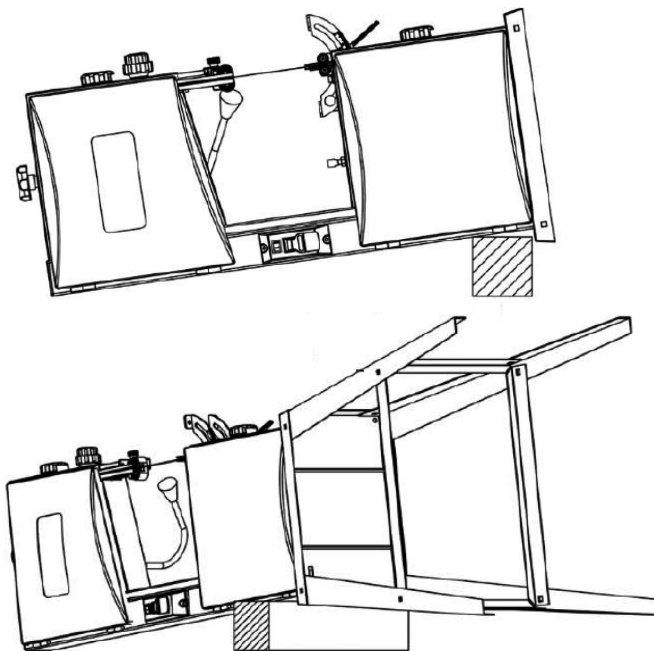

Рис. 6
- Положите станок на раму, предварительно подложив под раму деревянный брус со стороны основания, и прикрепите станину к основанию станка используя четыре болта М6*40 с гайками, четыре пружинных и восемь плоских шайб (рис. 6).